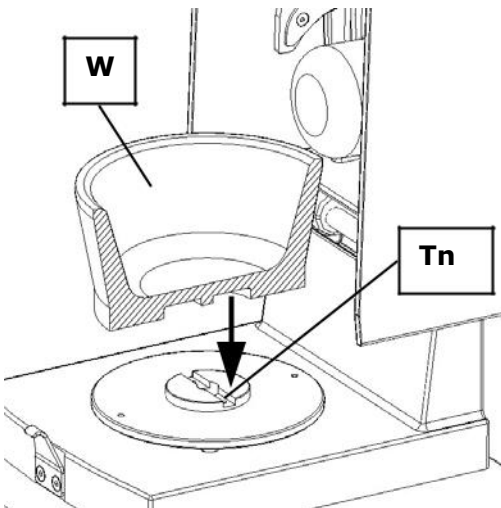

图 3
- 装入新的研钵，注意研钵底部凹槽 **Tn** 须卡紧。图3